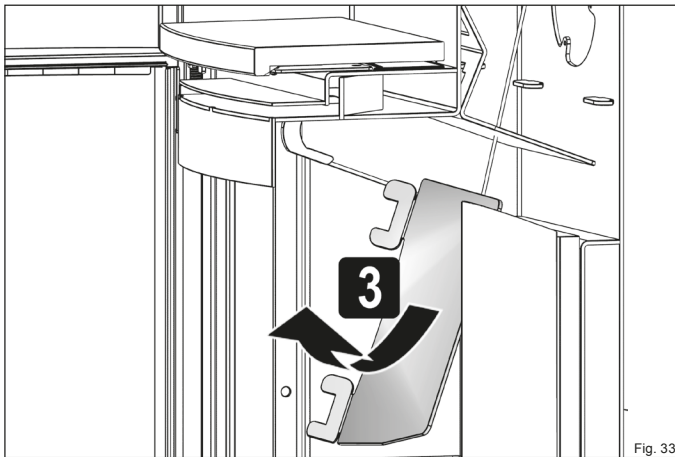

Fig. 33
- ▶ Sortez le déflecteur acier supérieur par le foyer (Fig. 33).